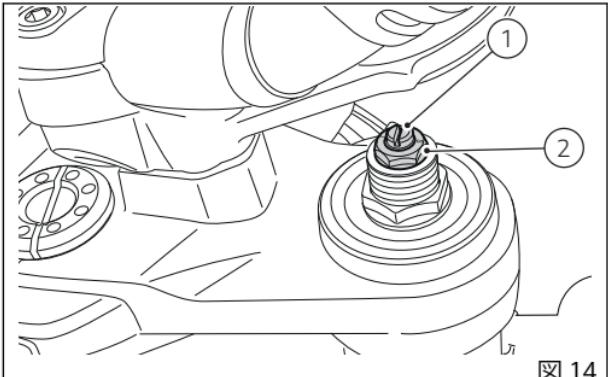
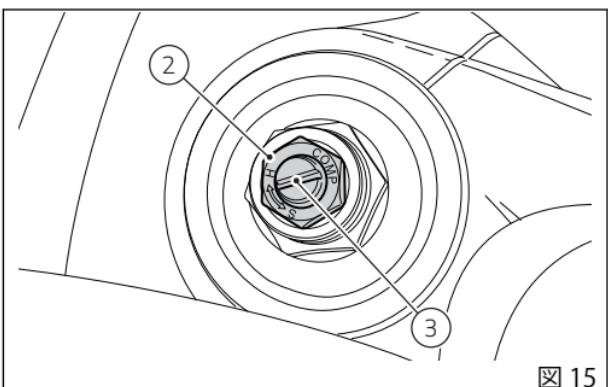

図14
図15
- 1) リバウンドダンピング調整(図14)
- 2) スプリングプリロード調整(図14)、(図15)
- 3) コンプレッションダンピング調整(図15)
各レッグのスプリングプリロードを変更するには、アジャスター (2、図14)、(2、図15) を六角レンチで反時計回りに完全に回してすべて緩めた位置に合わせます。この位置からアジャスターを時計回りに回し、プリロードを調整します。1回転がスプリングプリロード 1 mm (0.04 in) に相当します。